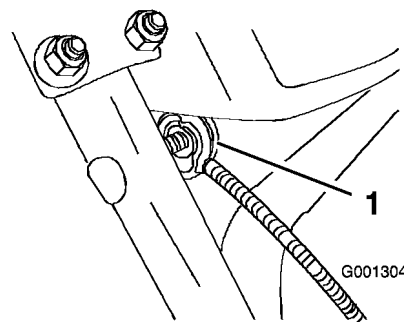

Figura 7
3. Togliete il dado e la rondella dalla stegola, attaccate alla stegola il serrafilò presente sul cavo, e serrate a mano il dado (Figura 7).